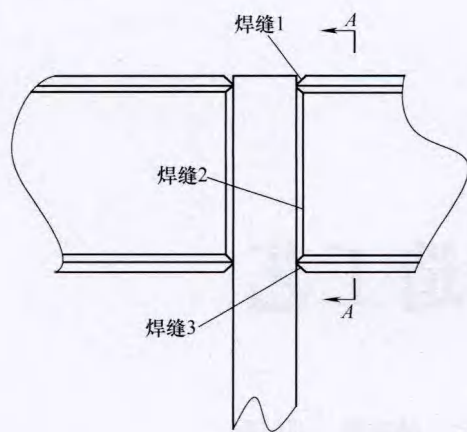
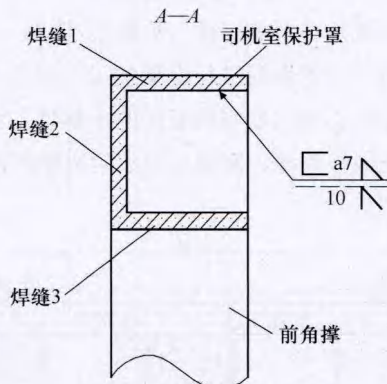

图5 焊缝示意
图6 A-A方向的焊缝示意
(4) 预热 在铝及铝合金焊接时,为防止产生未熔合、气孔等缺陷,当母材任意一边大于8mm时,就要对母材进行预热,预热的温度为 $80\sim 120^\circ\text{C}$ 。由于铝及铝合金熔点低和工件散热快,因此加热时范围应大一些,以防止坡口边缘熔化给焊接造成不必要的困难。层间温度控制在 $60\sim 80^\circ\text{C}$ 。
(5) 保护罩焊缝的焊接顺序 第一,保护罩焊缝的组成:保护罩与前角撑之间的焊缝(见图5、图6),此部分的焊缝由焊缝1、焊缝2、焊缝3组成。